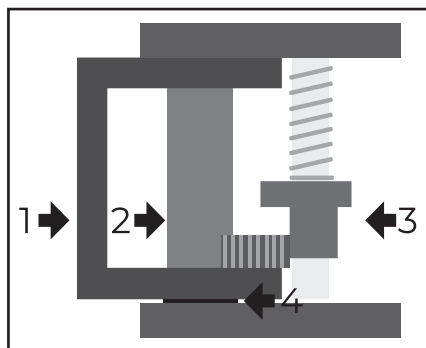

Fig. 23
1. Verwijder veerring (4, Fig. 23) van pin en vervolgens pin (2, Fig. 23) uit arm (1, Fig. 23).
2. Smeer pin, vertanding vergrendeling en vertanding vergrendeling heflichaam (3, Fig. 23) in met EP40 multi-vet.
4. Verwijder veerring (4, Fig. 23) met veerringtang, plaats rubberen pad. Veerring (4, Fig. 23) terugplaatsen als hefbrug in geheven positie staat.